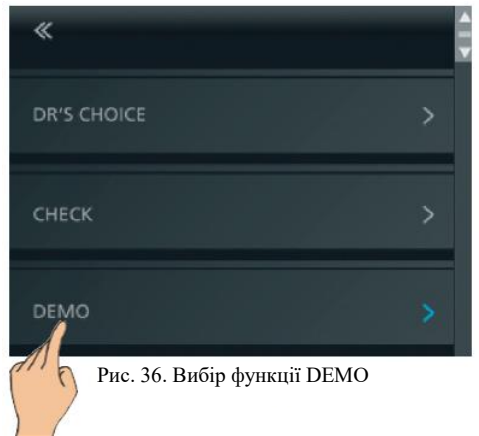

Рис. 36. Вибір функції DEMO
- Ввійдіть в меню налаштувань і оберіть функцію DEMO (рис. 36).